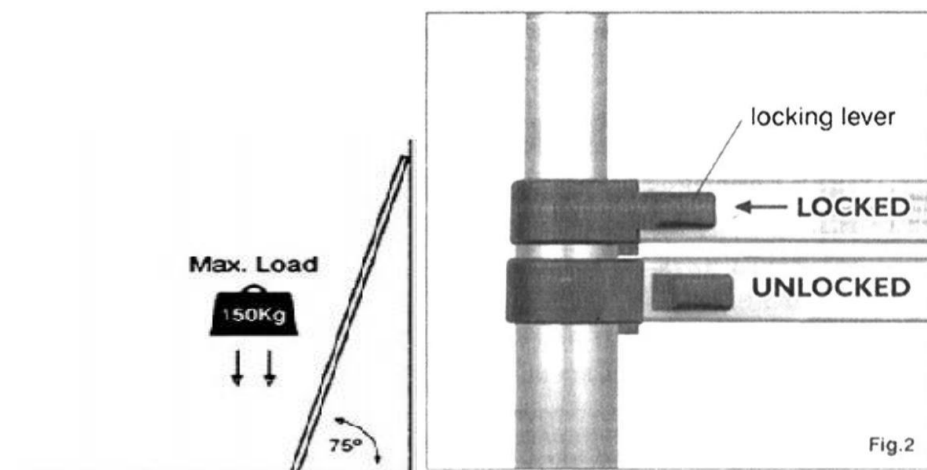

Fig.2
- Låst läge (se bild 2 nedan): Knapparna är placerade direkt på benet.
Ta bort den översta stegpinnen och kontrollera om knapparna är låsta (se bild 2 ovan). Upprepa sedan processen med nästa nedre stegpinne tills armarna är helt utsträckta (se bilder 3 och 4).
- Ta bort den lägsta stegpinnen och kontrollera om knapparna är låsta (se bild 2 ovan). Upprepa processen med varje stegpinne högre upp tills armarna är helt utsträckta.
- Ta bort den nedersta stegpinnen och kontrollera om knapparna är låsta (se bild 2 ovan). Upprepa processen med de näst högre stegpinnarna tills armarna är helt utsträckta.
4. En spak som är nära sidogrinden indikerar att mekanismen är låst. En spak som är placerad bort från sidogrinden indikerar att den INTE är låst (se bild 2).